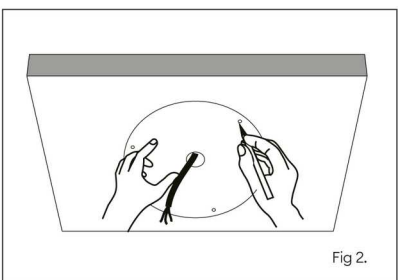

Fig 2.
- Hold up base section to mounting surface and mark the 3x fixing hole locations onto mounting surface (fig 2).
- Appliquez la base à la surface de montage et marquez les emplacements des 3 trous de fixation (fig. 2).